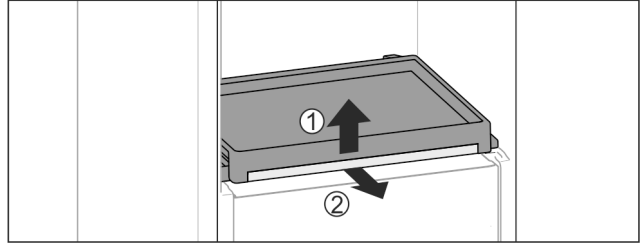

Fig. 111
- Çekme rafını cam plaka ile çıkarma: Cam plakayı hafif öne kaldırın Fig. 111 (1) ve öne doğru çekin Fig. 111 (2).